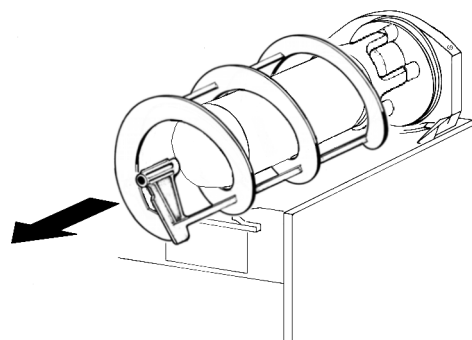
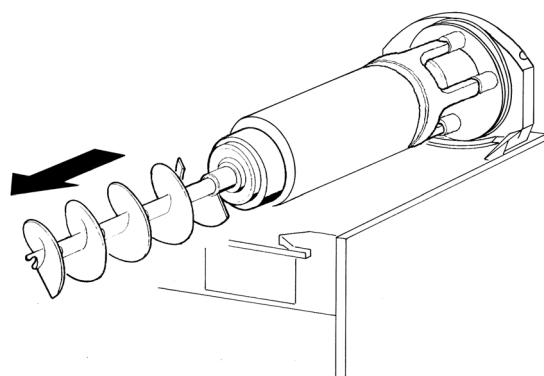

figura 8
figura 9
**3** Desenfilarse del evaporador el rascador exterior (ver figura 8) y después el rascador interior (ver figura 9).